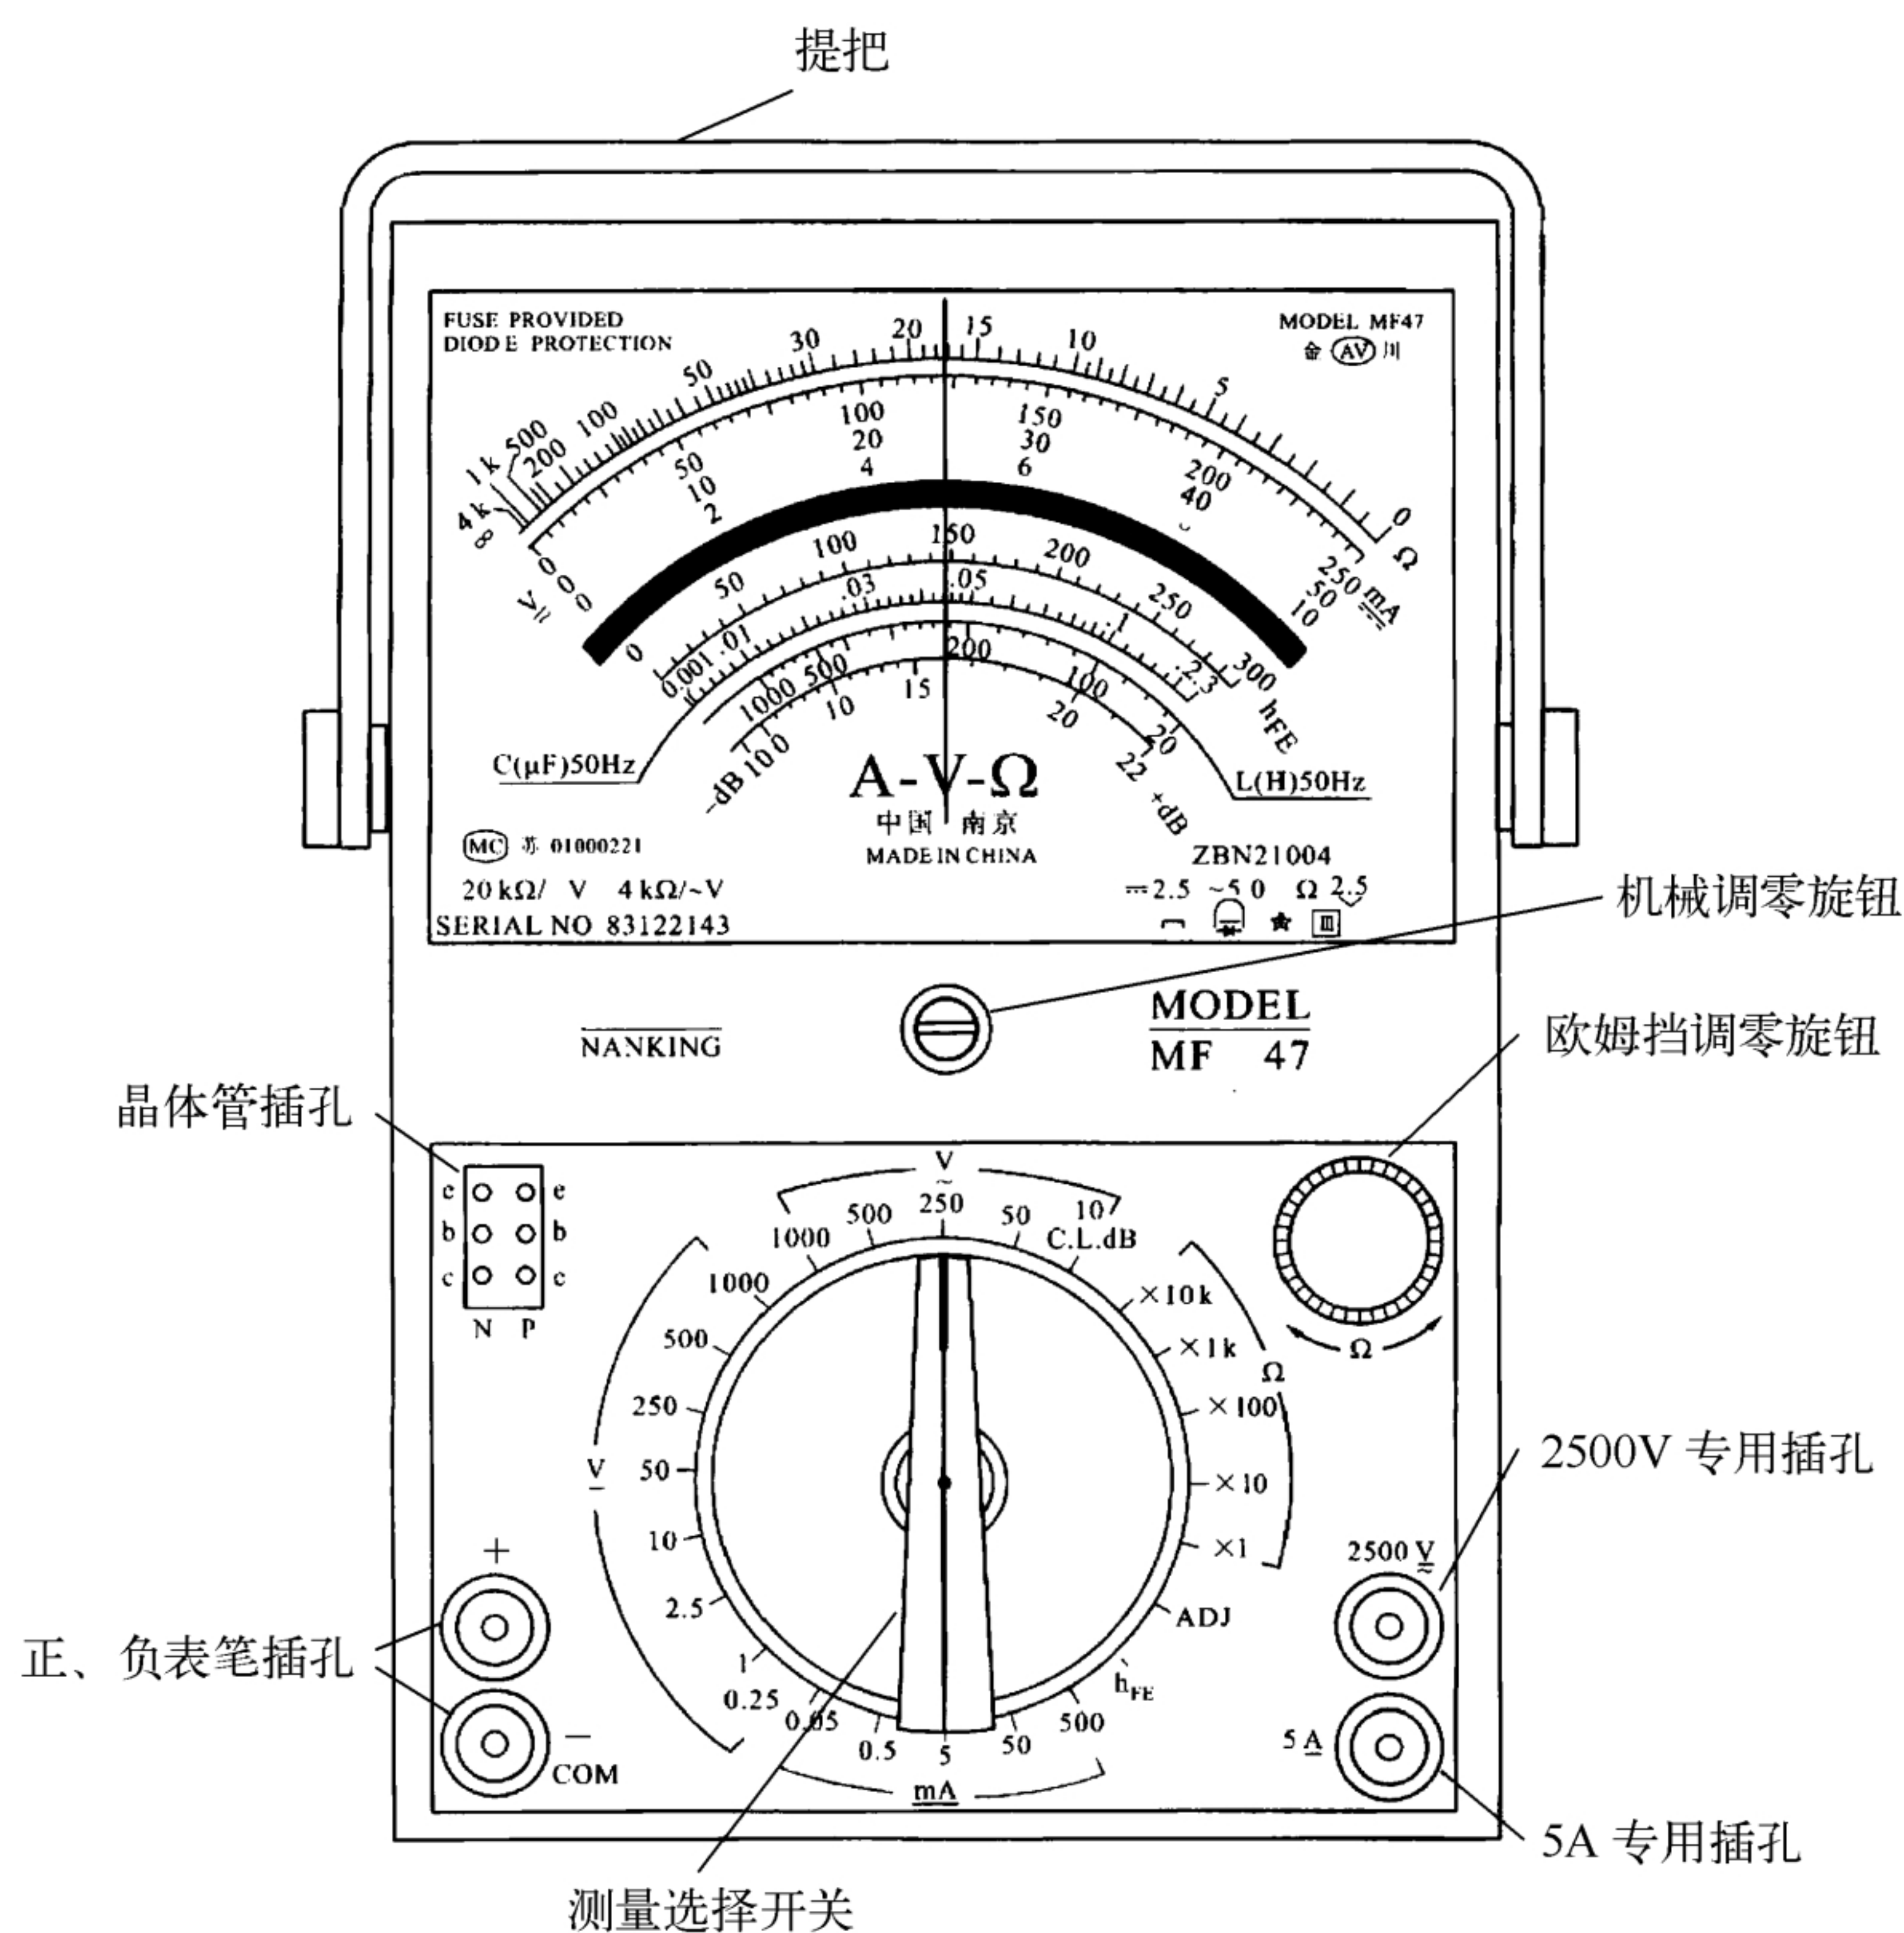

图 1-18 MF—47 型模拟式（指针式）万用表面板
(1) 模拟式万用表。MF—47 型模拟式万用表面板如图 1-18 所示。